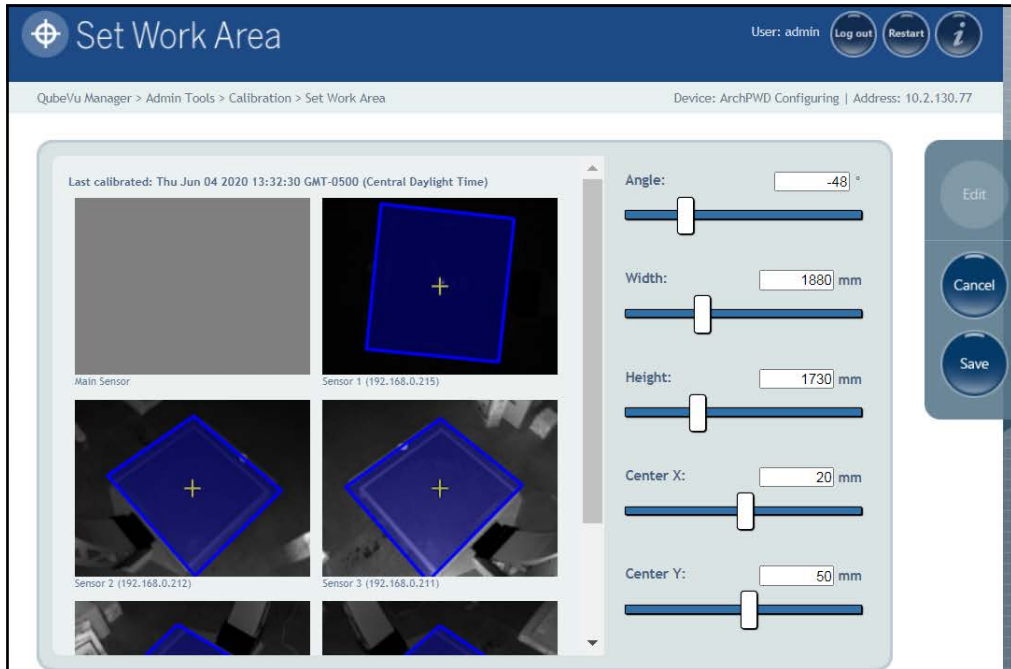

Figura 5-18. Configuración de la zona de trabajo
**NOTA:** Los valores predefinidos que se muestran en la Figura 5-18 son solo para referencia. Consulte la Tabla 5-4 para conocer los valores predefinidos.